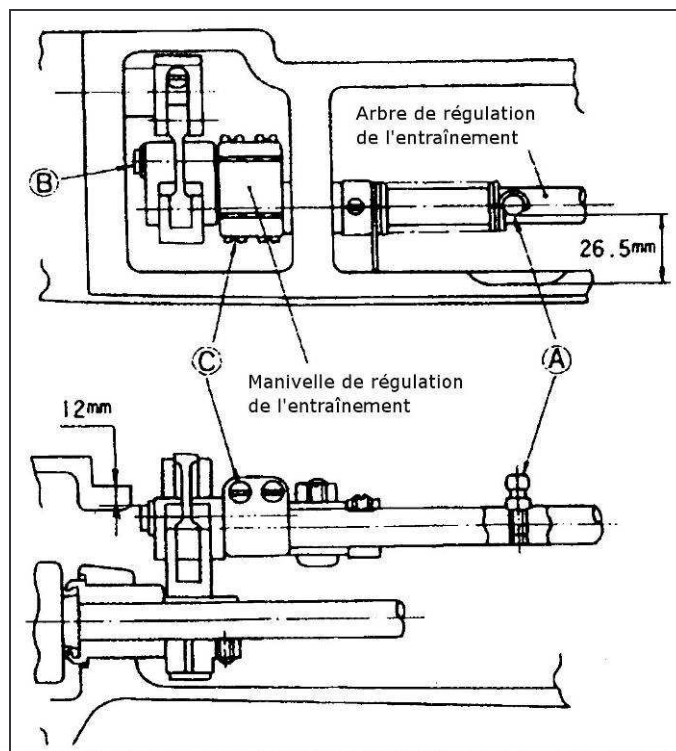

Figure 12
3) Réglage de la manivelle d'entraînement (Fig.12) :
(1) Régler l'espace entre la vis spécial A sur l'arbre de régulation d'entraînement et le coté de la fonderie du bras de machine à 26,5 mm comme indiqué sur la figure 12.
(2) Tout en maintenant l'arbre de régulation de l'entraînement comme explique en (1) ci-dessus, régler la manivelle de l'entraînement. Ce réglage doit permettre d'obtenir un espace de 12 mm entre l'extérieur de la goupille B situé sur la manivelle et la partie supérieur de la fonderie de la machine. Serrer les vis C